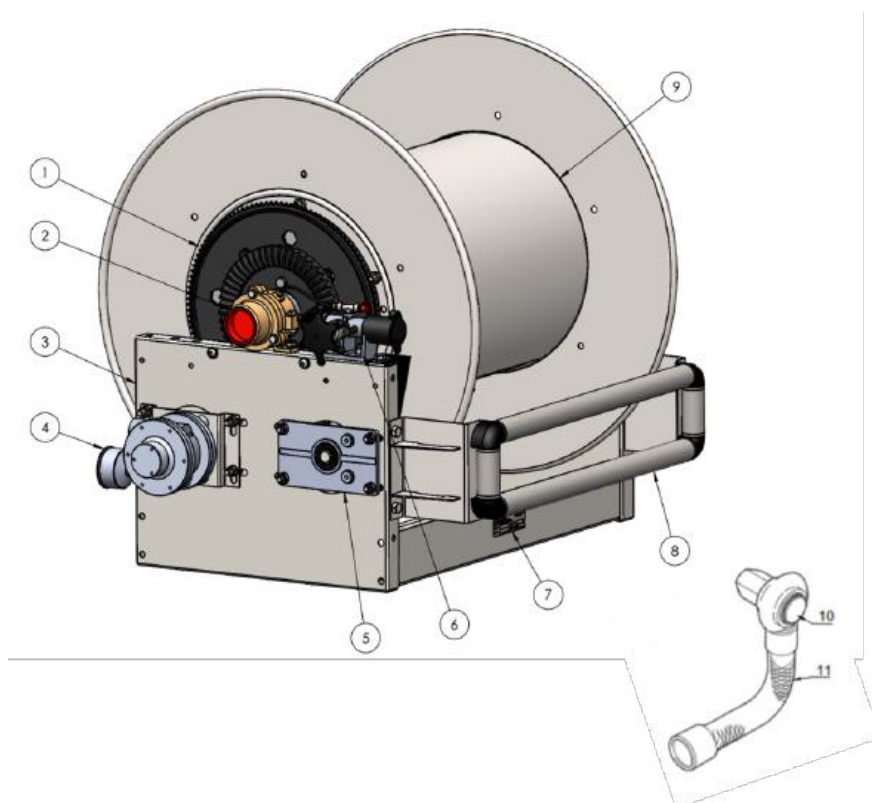

Figura 4 - Enrollador de manguera de rebobinado con motor neumático (Protector de cadena desmontado)
- 3.3.2.1 El enrollador de manguera básico consta de un conjunto de tambor colocado en el centro y soportado por dos cojinetes en el bastidor del enrollador de manguera, véase **Figura 4 - Enrollador de manguera de rebobinado con motor neumático**. La manguera puede rebobinarse manualmente con una manivela o mediante el motor de rebobinado neumático. El eje de rebobinado de la manivela de emergencia acciona una corona y un piñón ajustados a 90 grados o 25 grados con respecto a la parte delantera del carrete portamangueras.